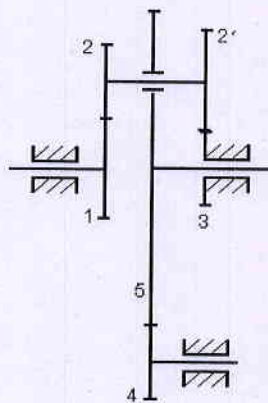

图 2 (题三、3 图)
3. (16 分) 如图 2 所示轮系，已知各轮齿数为： $z_1 = z_2' = 25$ ， $z_2 = z_3 = z_4 = 20$ ， $z_5 = 100$ 。试求其传动比 i_{14} 。